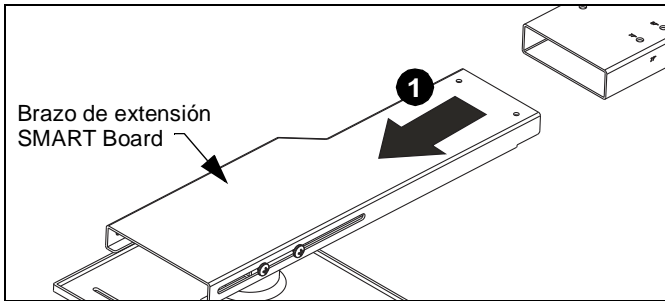

Figura 8
1. Retire el extremo del brazo de extensión con la placa de fijación del proyector y guarde las piezas de sujeción. (Consulte la figura 8)